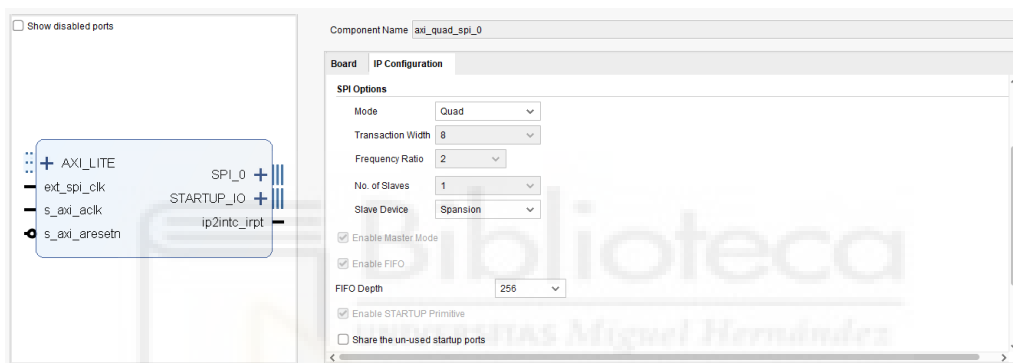

Figura 3.6: Menú de configuración de la IP ‘AXI Quad SPI’ de la memoria Flash.
- El bloque ‘*AXI Quad SPI*’. Permite la comunicación en protocolo SPI de uno, dos o cuatro hilos. Se conecta a la memoria Flash SPI (Figura 3.6).